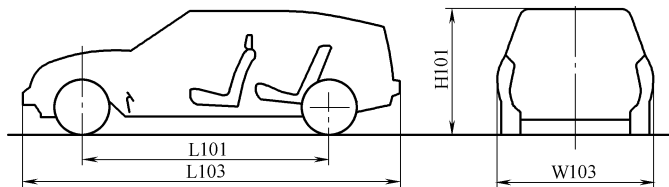

图 4-13
- ② 此轮胎只有配内胎才能行驶
- ③ 容许最高速度为 210km/h
- ④ 此胎系 2006 年第 21 周生产
- ⑤ 表示此胎为子午胎
- ① 因其特殊形状而得名
- ② A 柱是生产厂商的矫正角率
- ③ A 柱处在车身的前部区域, 是连接车身前端与车顶的
- ④ A 柱是特殊形式的转向柱
- ⑤ A 柱是转向柱的一部分
56. 图 4-13 中的 L101 是什么尺寸代号?
- ① L101: 车辆长度
- ② L101: 轮距
- ③ L101: 轴距
- ④ L101: 车宽
- ⑤ L101: 轮胎半径